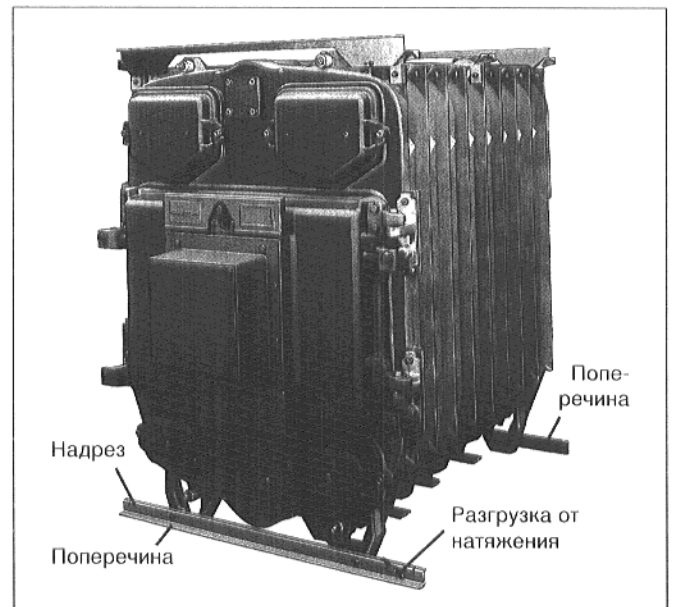

Рис. 36
- Привинтить поперечины к ножкам элементов, внизу спереди (с разгрузкой провода горелки от натяжения) и сзади винтами М 8 х 16. У передней поперечины длинная часть Z-образного профиля должна показывать вперед, а вырез в короткой части – вверх. Окантовка задней поперечины должна показывать назад (рис. 36).